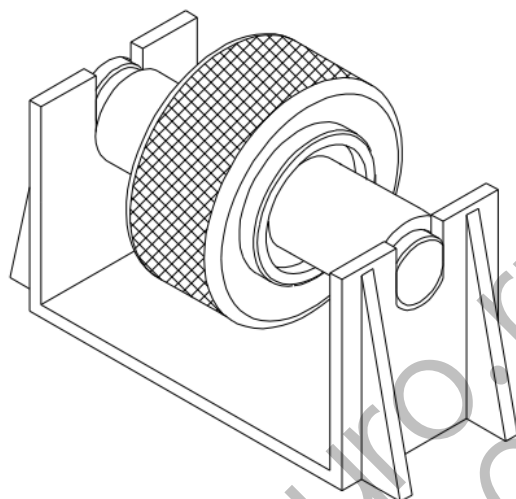

Рис. 5-5
5.1.5 Если диаметр ролика во вращающейся платформе (см. Рис. 5-5) меньше 53 мм, или возникает необычный шум, замените ролик.